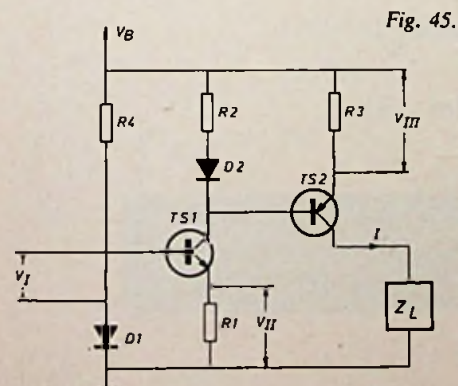

Fig. 45.
Zoals onder het hoofd b) „het berekenen van balsnelheid en positie” werd vermeld, zijn er in principe twee methoden om, uitgaande van de snelheid en een beginpositie, voortdurend de positie van de bal te berekenen. De hiervoor te gebruiken schakelprincipes zijn weergegeven op fig. 15 en fig. 16. Om redenen, welke samenhangen met de eigenschappen van de gekozen componenten en de kostprijs van de schakeling is gekozen voor een configuratie als in fig. 16, d.w.z. een stroombronconstructie, waarvan het principe is afgebeeld op fig. 45.
Voor niet al te grote waarden voor R4 (D1 moet in geleiding blijven) geldt in fig. 45
waarmee is aangetoond dat de schakeling van fig. 45 kan functioneren als een spanninggestuurde stroombron. De functie van de beide dioden in fig. 45 is, zoals wellicht reeds bij de berekening van de eigenschappen van deze schakeling duidelijk is geworden, het compenseren van de spanningen van de basis-emitterjuncties van de beide transistoren. De schakeling uit fig. 45 is om twee redenen niet direct toe te passen bij het omzetten van balsnelheid in balpositie. Ten eerste kan de uitgangstroom maar één richting hebben (aangegeven met pijl in
fig. 45), terwijl op de tweede plaats het nulpunt van de ingangspanning gelijk is aan nul volt of, als wij dit ten opzichte van de minvoeding beschouwen, gelijk is aan de junctiespanning van D1. Behalve de beide genoemde bezwaren zou er ook nog een voorziening moeten worden getroffen om te voorkomen dat bij de grotere waarden van  $V_I$  ten gevolge van een gebrek aan voedingspanning (63) niet meer op kan gaan, waardoor dan bij toenemende  $V_I$  de stroom I af gaat nemen. Door met deze zaken rekening te houden, komen wij uitgaande van de schakeling van fig. 45 tot die van fig. 46.
De wijze, waarop de schakeling uit fig. 46 is ontstaan uit die van fig. 45, is enigszins aangeduid door de overeenkomstige componenten dezelfde nummers te geven. Het gedeelte van de schakeling, dat dient om een tegengestelde stroomrichting aan die in fig. 45 te verwezenlijken, is aangegeven door de componenten behalve van een nummer, ook van een accent te voorzien. In grote trekken kan men de schakeling van fig. 46 opvatten te zijn opgebouwd uit een schakeling als in fig. 45 en het complementaire „spiegelbeeld” daarvan. Met be-
De condensator C is in het tegenkoppelcircuit opgenomen om te voorkomen, dat er instabiliteiten optreden ten gevolge van de afwezigheid van een nulstroominstelling bij het complementaire transistorpaar, dat bestaande uit TS1 en TS1'. Nu houdt een spanning over R1 in fig. 46 niet zoals in fig. 45, automatisch ook een stroom door R2 in, doordat er ook nog een stroom door R1' loopt. De dimensionering in fig. 46 is zodanig dat geldt:
Wij kunnen nu de uitgangstroom I berekenen door uit te gaan van fig. 45 en in de berekening van deze schakeling de substituties: